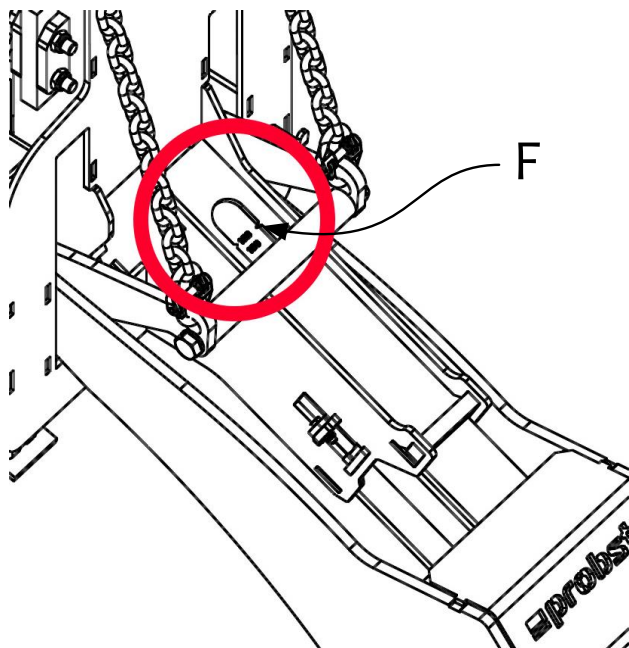

Fig. 4
Le diamètre de tuyau réglé doit être lu sur la fenêtre d'observation (F) des deux côtés de l'appareil (Fig. 4).